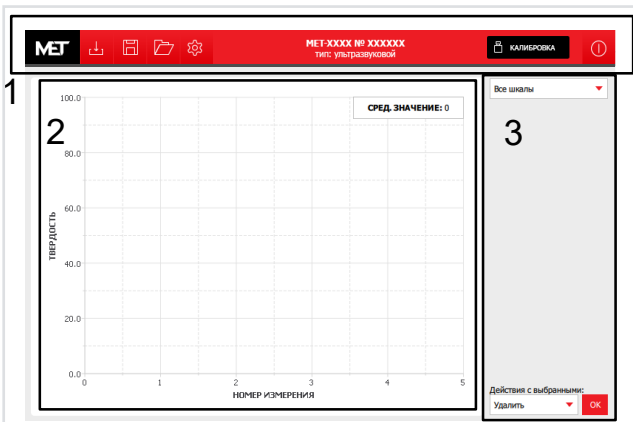

Рис. 7. Общий вид программного обеспечения в режиме измерения
8.4. Общий вид программного окна в режиме измерений представлен на рис. 7. Окно состоит из меню (1), графика текущей серии измерений (2), списка записей архива и текущих измерений (3).